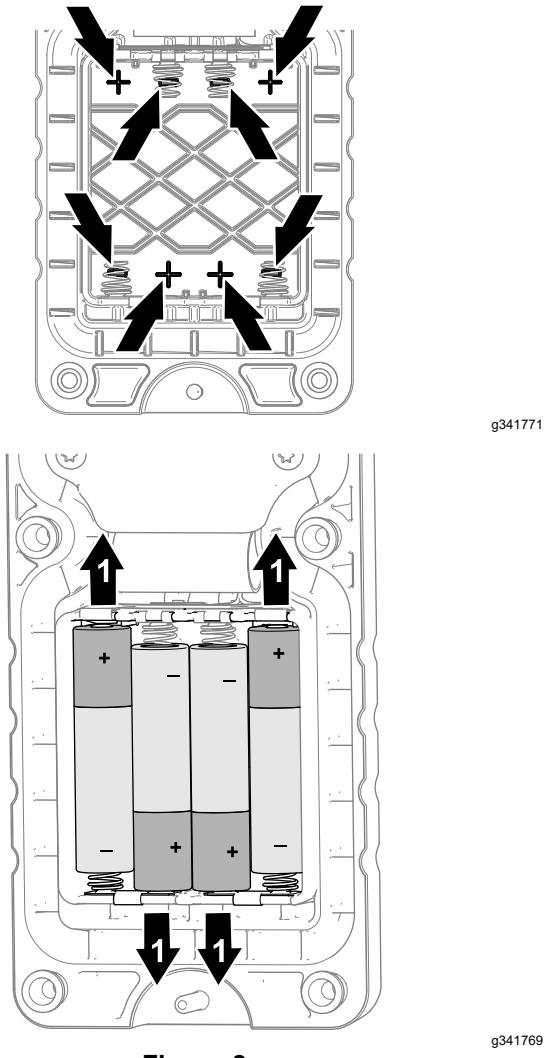

Figure 8
2. En respectant la polarité des piles, comme montré à la Figure 8, insérez les piles neuves dans leur logement dans le compartiment.
**Remarque:** Pour ne pas endommager les logements en installant les piles, respectez les marques de polarité (Figure 8) qui sont moulées dans le compartiment des piles. Si vous n'installez les piles correctement, la machine ne sera pas endommagée mais la télécommande manuelle ne fonctionnera pas.